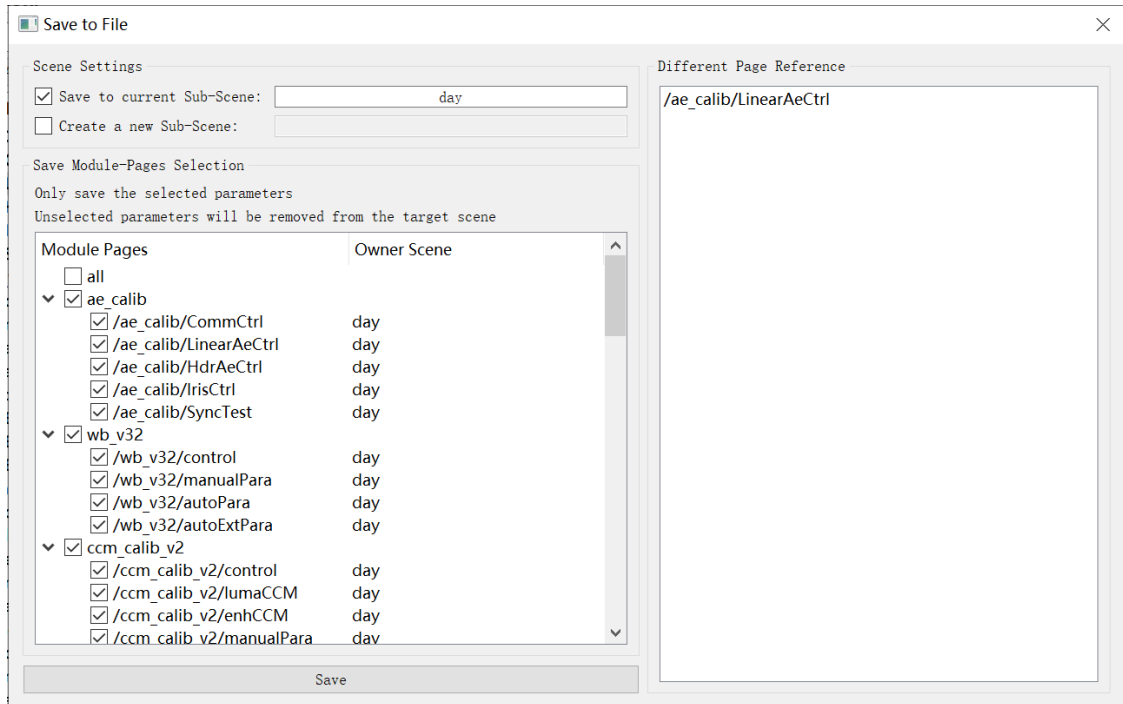

图3-5-5
4. 点击菜单栏"File" - "Save As...", 如图3-5-5所示, 可以将参数保存至步骤2选择的场景参数内, 也可以另存为至一个新的场景参数, 支持选择部分模块参数保存, 并在窗口右侧的列表中显示出改动过的参数供用户参考;